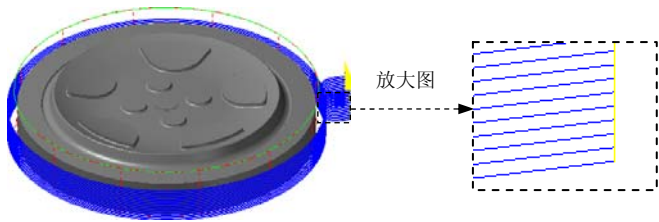

图 15.15 刀具路径
Step7. 单击“2D 刀具路径 - 外形铣削”对话框中的  按钮，完成参数设置，此时系统将自动生成图 15.15 所示的刀具路径。